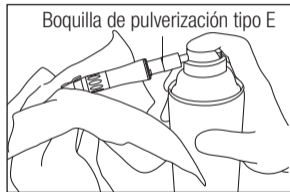

Fig. 13
- 3) Sostener la pieza de mano y aplicar el Spray durante 2 ó 3 segundos hasta que el aceite PANA SPRAY Plus salga de la punta de la pieza de mano (Fig. 13).